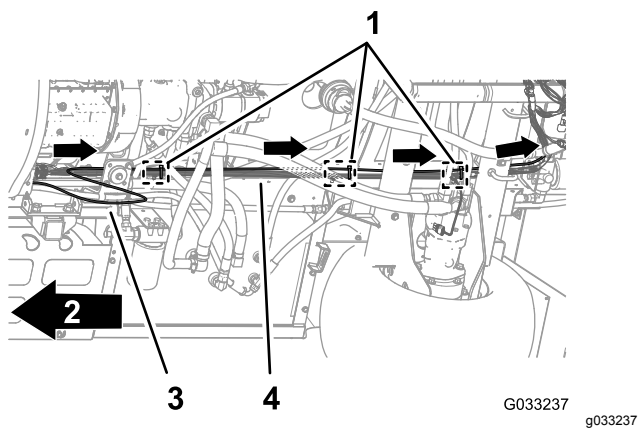

Figura 121
1. Passe o tubo sensor de pressão do indicador no painel ao lado da cablagem traseira da máquina (Figura 121).
2. Prenda o tubo sensor de pressão à cablagem traseira com três braçadeiras de cabos adjacentes aos três fixadores serrilhados nos pontos de fixação do chassis para a cablagem traseira (Figura 121).